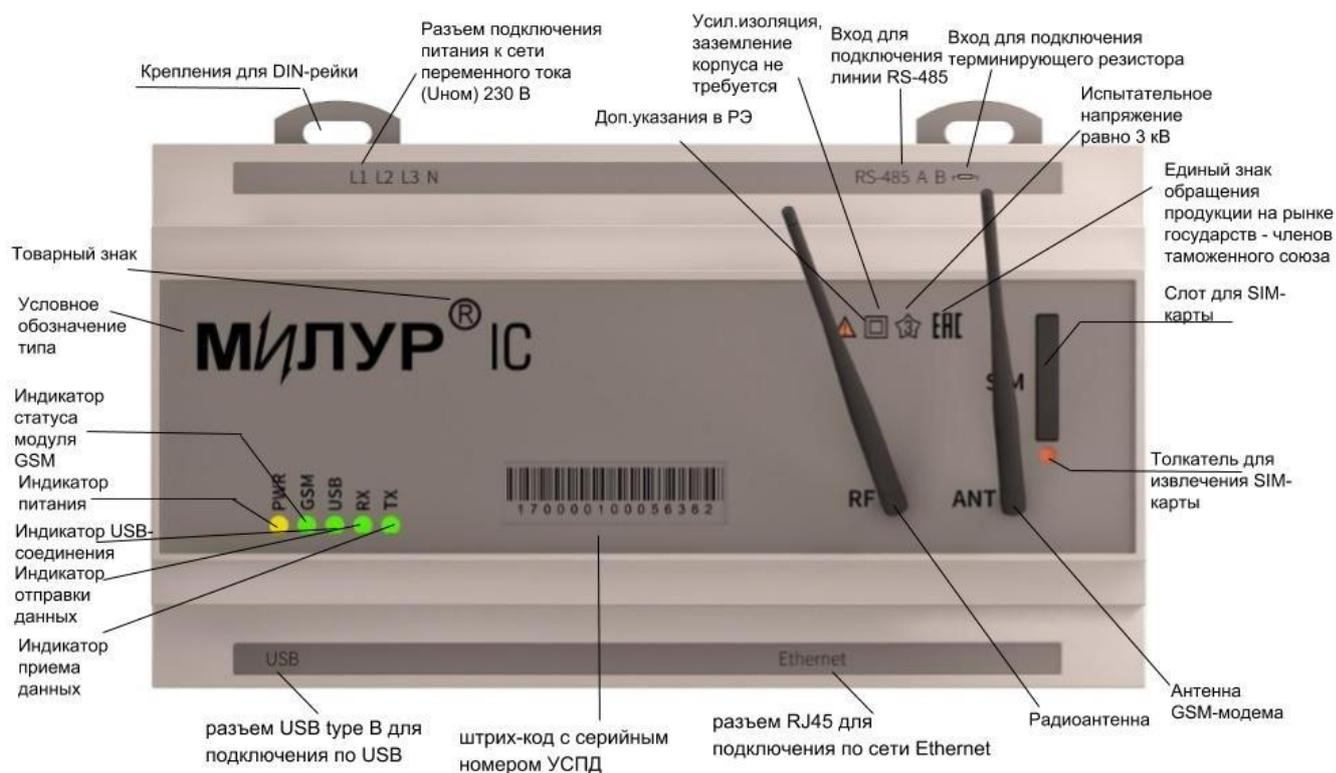

Рисунок 6 – Маркировка лицевой панели
7.1 На лицевой панели изделия (рисунок 6) расположены индикаторы: подключения к сети (Pwr); статуса модуля GSM; подключения по USB к ПК; передачи (Tx) и приема (Rx) данных по любому интерфейсу, настроенному в таблице маршрутизации изделия в конфигураторе.